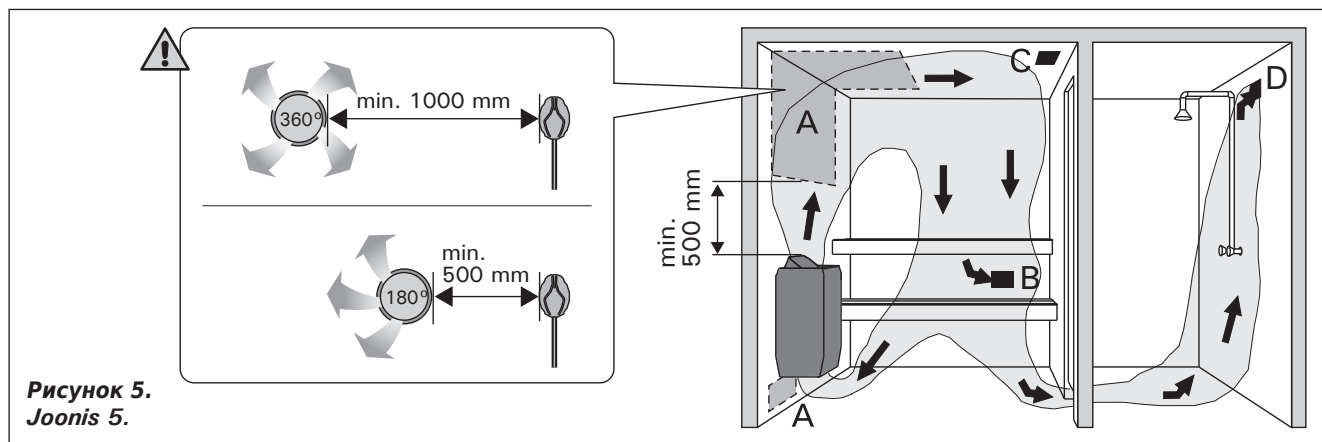

Рисунок 5.
Воздух в сауне должен заменяться шесть раз в час. На рис. 5 показаны варианты вентиляции сауны.
**⚠ Воздух из вентиляционного окна не должен охлаждать температурный датчик. См. рис. 5.**